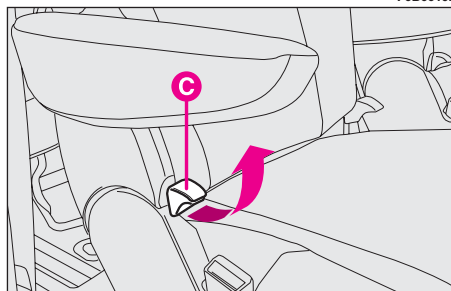
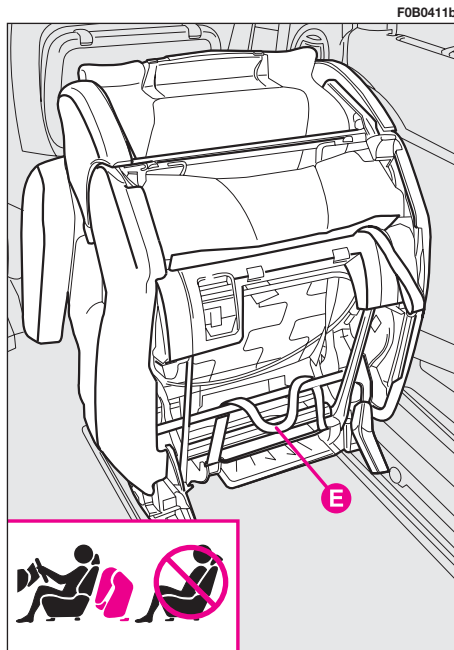

fig. 33
fig. 36
REGLAGE DE L'INCLINAISON DU DOSSIER fig. 33
Pour utiliser la plan d'appui obtenu grâce au dossier des sièges latéraux (position en "petite table"), actionner le levier de déclenchement **C**-fig. 33 et accompagner le dossier jusqu'au coussin.
Actionner le levier de déclenchement **C-fig. 33** et accompagner le dossier jusqu'à obtention de la position en "petite table"; poursuivre la rotation et accompagner le siège renversé jusqu'à obtention de la position en "portefeuille" indiquée en **fig. 36**.
Le siège deuxième rangée renversé en "portefeuille", il est interdit de transporter des passagers sur les sièges de la troisième rangée, comme indiqué sur l'étiquette fig. 36 située sur les sièges, afin d'éviter tout risque de contact dans les mécanismes de l'articulation du siège renversé.
Pour y accéder soulever le levier **C-fig. 33** en agissant de l'extérieur et renverser complètement le siège en avant.
- actionner le levier de déclenchement **C**-fig. 33 et accompagner le dossier jusqu'à obtention de la position en "petite table"; poursuivre la rotation et accompagner le siège renversé jusqu'à obtention de la position en "portefeuille" **fig. 36**;